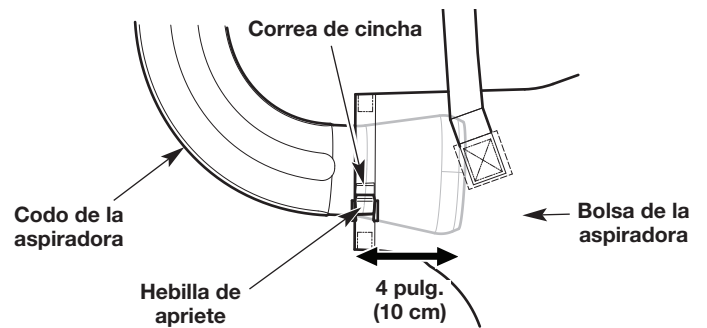

Fig. 10
5. Inserte el extremo ancho del tubo acodado de la aspiradora aproximadamente 4 pulg. (10 cm) dentro de la bolsa de la aspiradora (Fig. 10).
6. Tire de la correa de apriete para ajustar la bolsa de la aspiradora alrededor del tubo acodado de la aspiradora (Fig. 10).